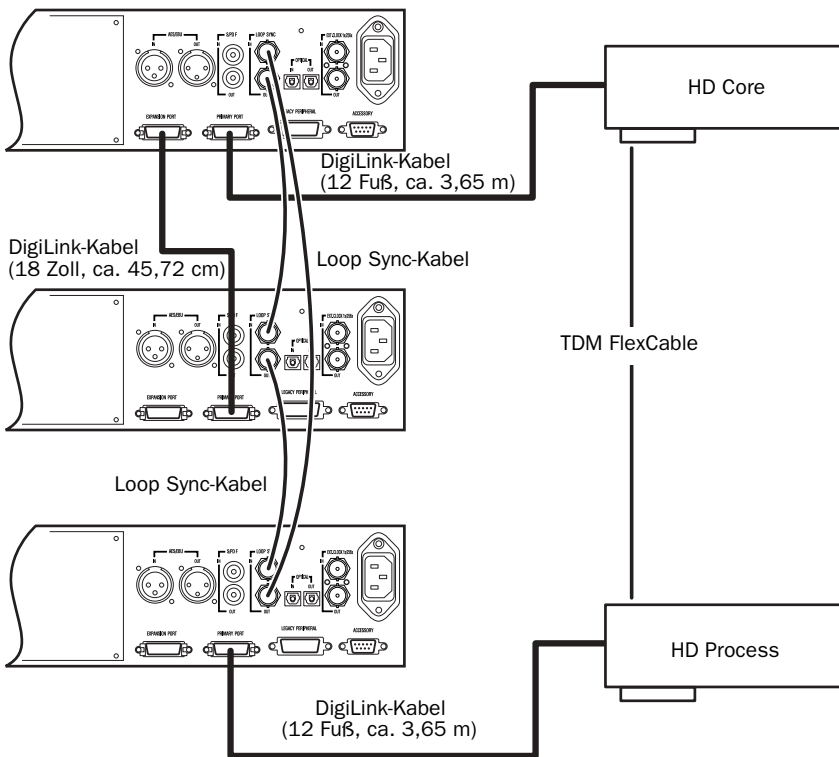

Abbildung 6. Drei 96 I/Os, 48-Kanäle
- 3** Verbinden Sie die weiteren HD-Audio-Interfaces mit den nachfolgenden HD-Karten. Siehe Abbildung 6 auf Seite 8.